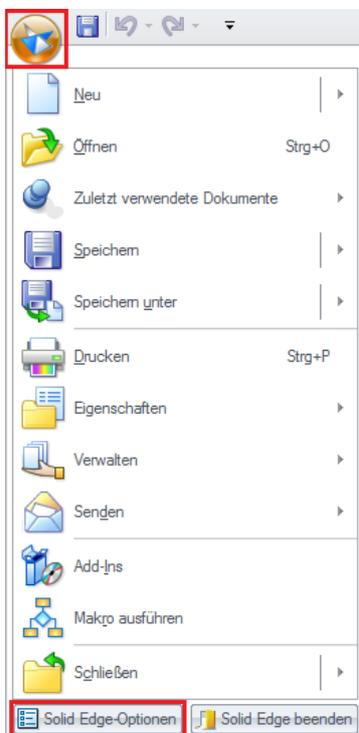
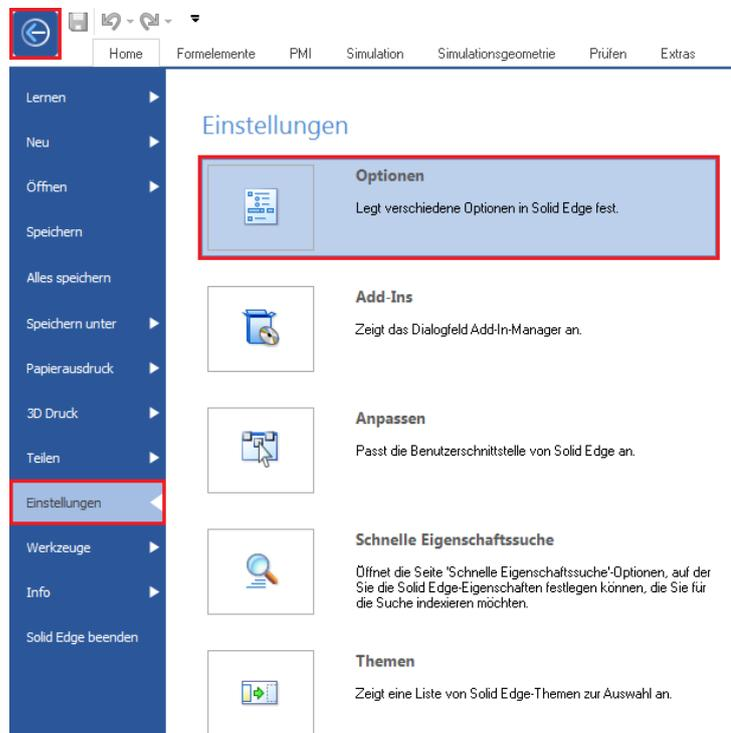

Abbildung 26
Abbildung 27
- 6.3. Öffnen Sie über die Anwendungsschaltfläche die Solid Edge-Optionen. Bei Version ST8 und früher gemäß *Abb. 26* und ab Version ST9 gemäß *Abb. 27*.